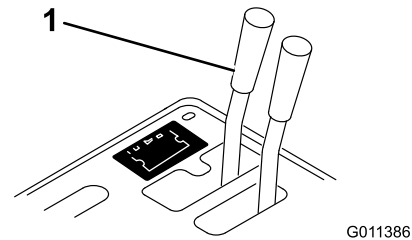

Figura 14
1. Sui veicoli con numeri di serie precedenti a 239999999, spostate la maniglia della valvola idraulica a distanza (Figura 14) in posizione di flottazione e sui veicoli con numeri di serie a partire da 240000001 spostate la leva di sollevamento idraulico (Figura 15) avanti e indietro per eliminare la pressione dal sistema e favorire il distacco degli attacchi rapidi.